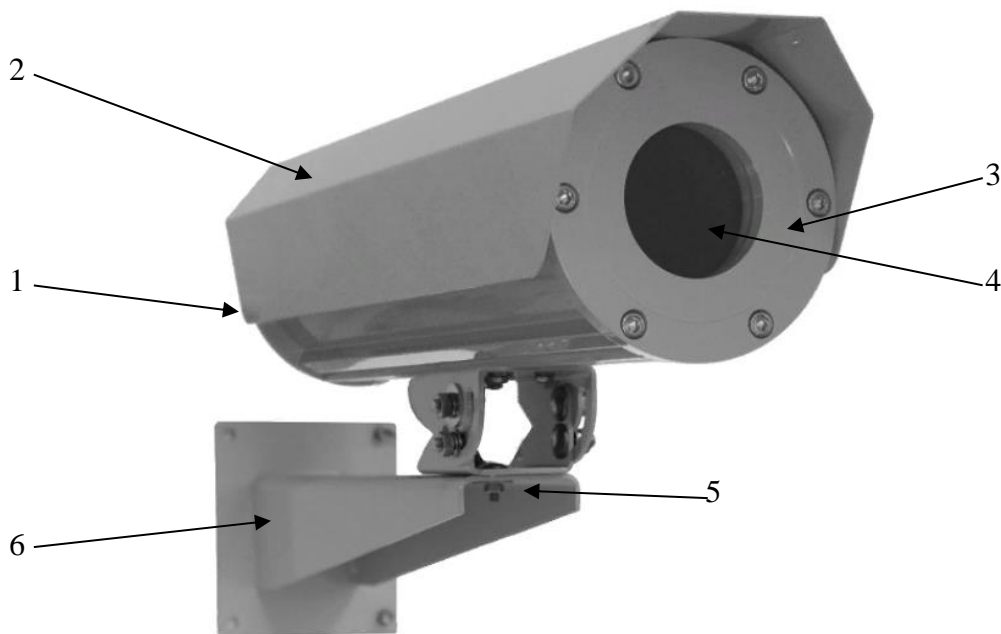

Рисунок 4.2 – Внешний вид и конструкция термокожуха
4.6.1 Открутите болт крепления кронштейна (5) и отсоедините от него термокожух (рис. 4.2);
4.6.3 Открутите фиксирующие винты и отделите основание (заднюю крышку) от корпуса термокожуха (рис. 4.2);
4.6.11 Установите термокожух на кронштейн (6) и зафиксируйте при помощи болта (5) (рис. 4.2);